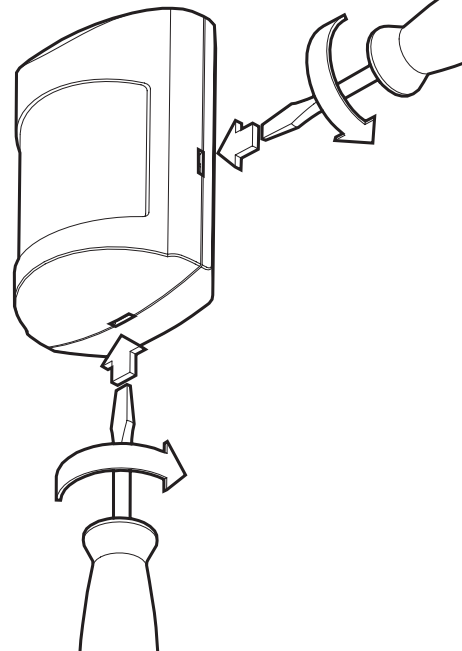

Рис. 3
- Снять крышку извещателя, вставив отвертку в любой паз крышки и повернув, как показано на рис.3.